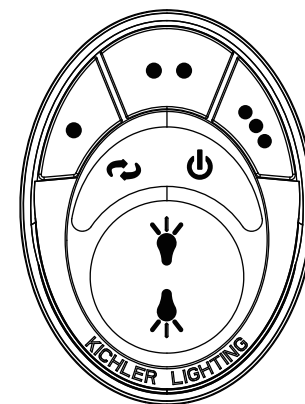

Fig. 28
Étape 5. Les boutons contrôlent la vitesse et la lumière du ventilateur comme suit : (Fig. 28)